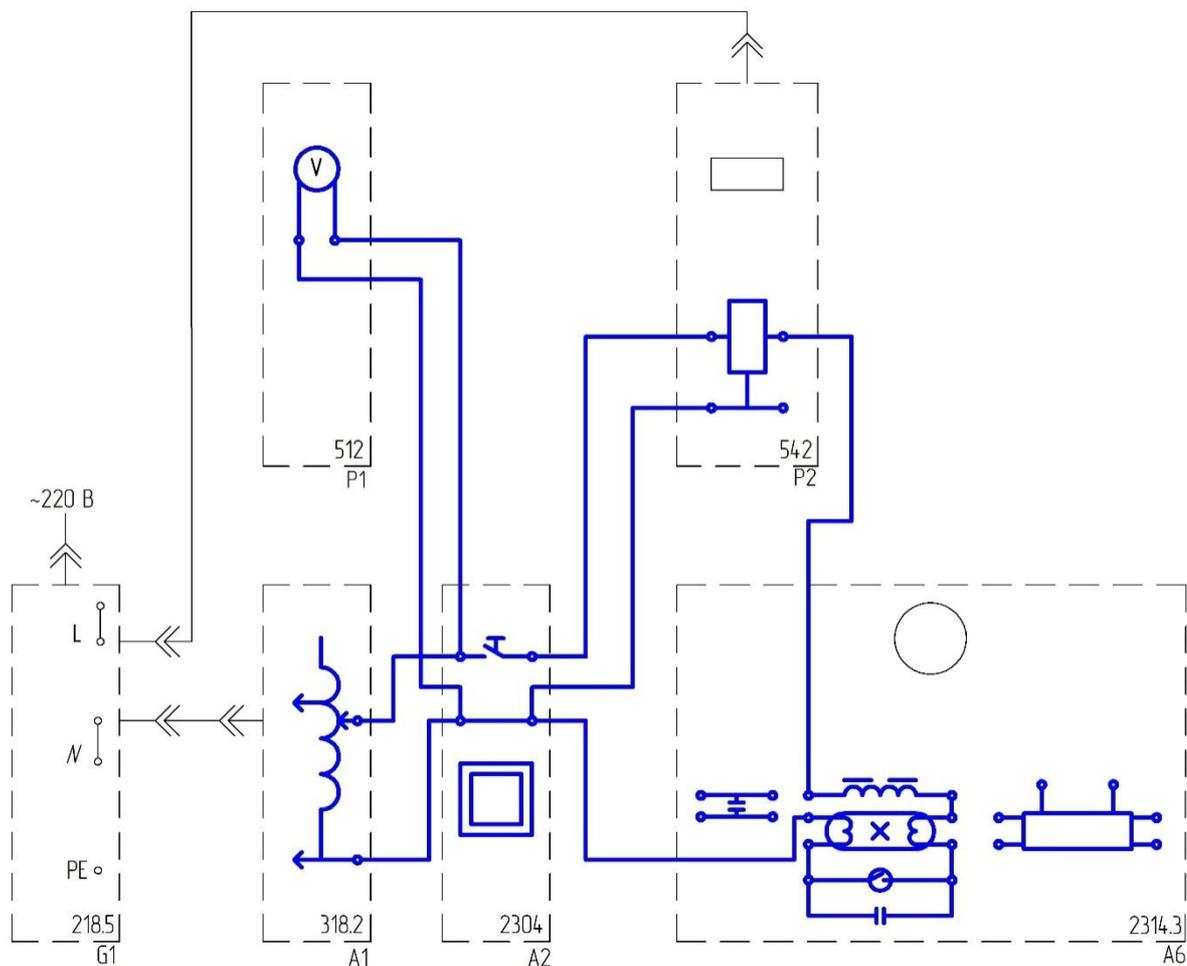

Рис.4.1.
- Соедините аппаратуру в соответствии со схемой электрической соединений, приведенной на рис. 4.1. (схема без конденсатора).